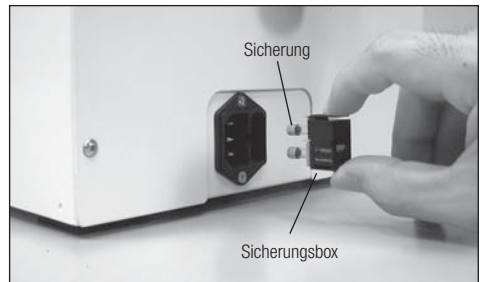

Abb. 36
- 2) Entfernen Sie die Sicherung indem Sie die obere und untere Klammer gleichzeitig zusammendrücken und herausziehen (Abb. 36).